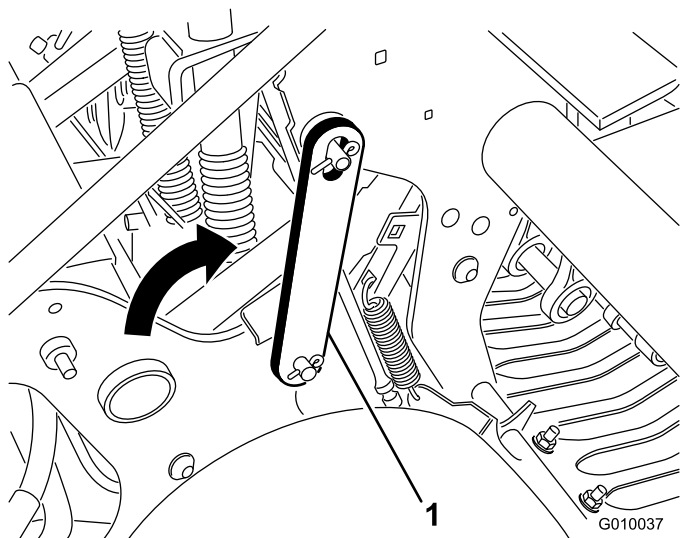

図 19
4. ラッチを後ろ向きに回転させて、コアリングヘッドのピンにはめ込む 図 19。クリップでラッチを固定する。